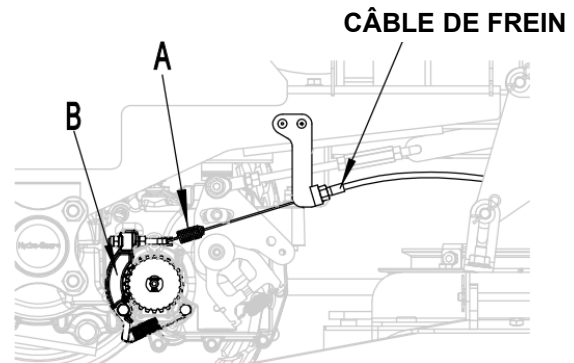

Fig. 24
- Repérez le ressort de frein (A, Fig. 24).
- Placez les deux leviers de direction en position tournée vers l'extérieur (verrouillage au point mort). Engrenages dans le bras de frein (B) imbriqués dans les engrenages du disque de frein.